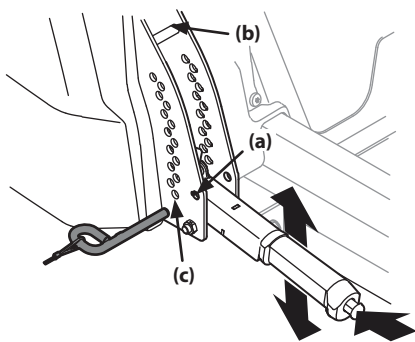

Figure 4-18
- a. Placez le levier de relevage du plateau de coupe à la position de démontage et d'installation (a) pour relever le plateau de coupe. Voir Figure 4-18.
- d. Abaissez le plateau de coupe à la position de démontage / d'installation du plateau de coupe (a) à l'aide du levier de relevage. Voir Figure 4-18.
- e. Abaissez le plateau de coupe à la position de démontage / d'installation du plateau de coupe (a) à l'aide du levier de relevage. Voir Figure 4-18.
1. Placez le levier de relevage du plateau de coupe à la plus haute position de coupe (b). Voir Figure 4-18.